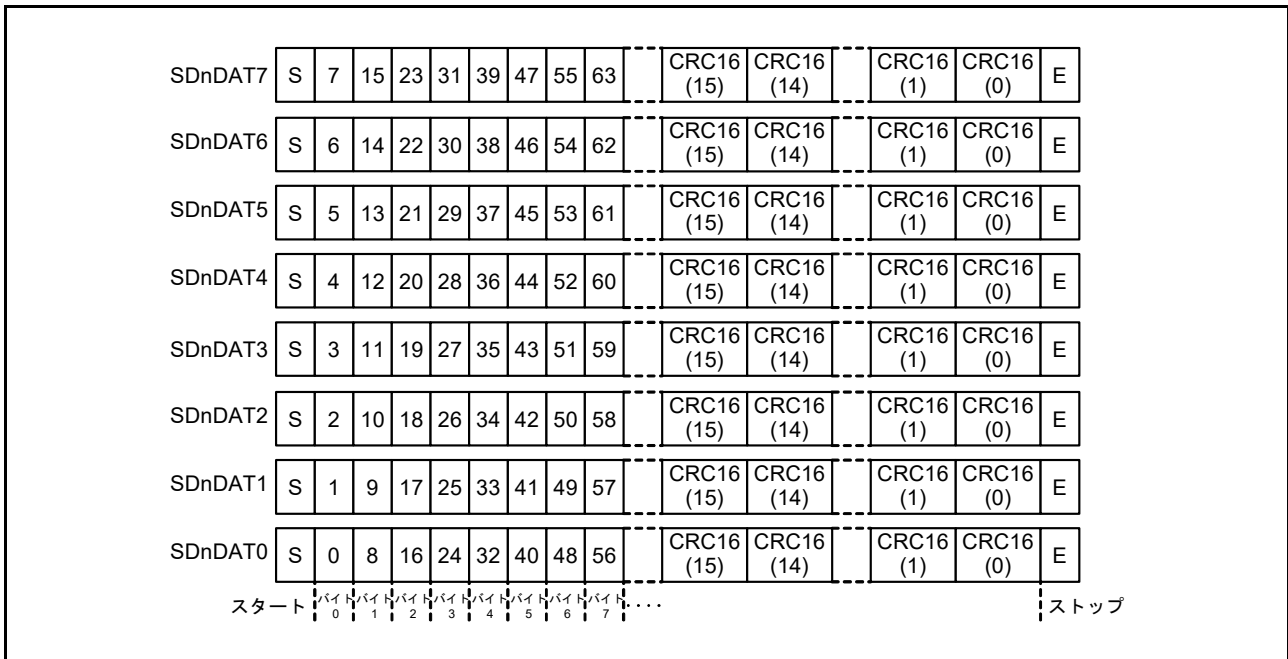

図 41.4 8ビット幅モードのSDnDAT
2. 受信データが MMC ホストインタフェースの SD\_BUF に格納される (図 41.4 を参照)。